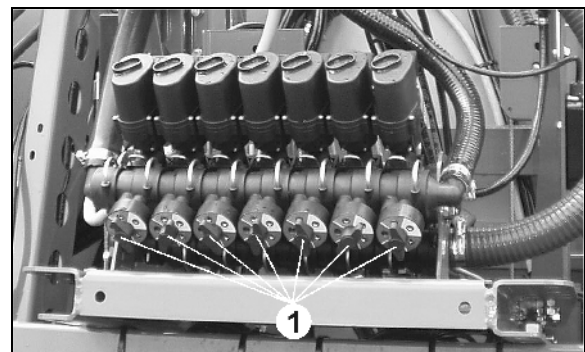
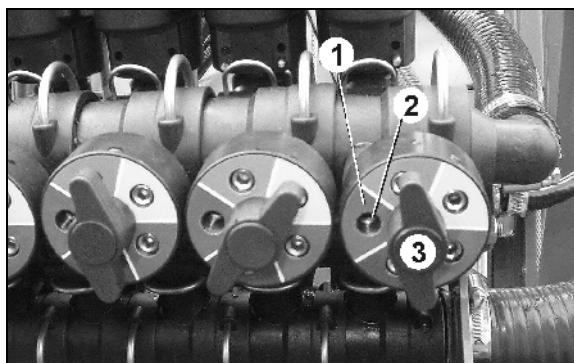

Fig. 3
Fig. 4
7. Tasapaineen esivalintakiekkojen värillä merkityt kentät (Fig. 3/1) vastaavat kulloisenkin ruiskutussuuttimen väriä. Valitun ruiskutussuuttimen värikentän on osoitettava vasemmalle (Fig. 4/1).
8. Esivalitse tasapainekoje upporuuvien avulla (Fig. 4/2).
- o Kierrä tähän osaleveysventtiiliin kuuluvaa tasapainelaitteen upporuuvia (Fig. 4/2) niin kauan, kunnes ruiskutuspaine näyttää jälleen tarkasti ruiskutuspaineen 4 bar. Avaa seuraavaksi tämä osaleveys.o
10. Kun tasapaine on esisäädetty suuttimelle, tasapaineeseen päästään jälleen suuttimen vaihdon jälkeen kiertämällä tasapaineen esivalintakiekkoo suutinta vastaavan värin kohdalle. Avaa tätä varten siipimutteri (Fig. 4/3) - vedä tasapaineen esivalintakiekkoo esiin ja kierrä sitä - kiristä siipimutteri.